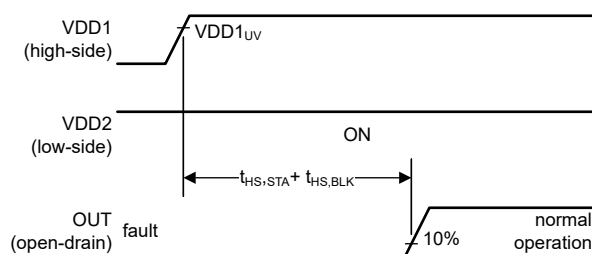

图 7-6. VDD2 保持开启; VDD1 开启 (长延迟)
在图 7-6 中, 高侧电源 (VDD1) 在低侧电源 (VDD2) 开启很长时间后开启。输出最初处于低电平有效状态; 请参阅实例 (1)。在高侧电源启用后, 需要保持一段时间 ($t_{HS,STA} + t_{HS,BLK}$), 器件才会正常运行, 并且输出会反映比较器的当前状态。